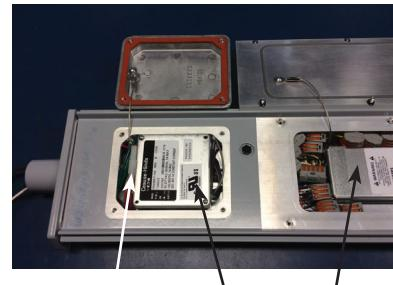

Figure 19
- Débrancher les conducteurs d'entrée et de sortie du circuit à remplacer (voir la figure 19). **REMARQUE :** Les connecteurs se trouvent sous le couvercle du circuit de commande EM.
- Retirer les deux (2) vis fixant le circuit de commande c.a., puis le retirer.
- Desserrez les dix (10) vis du couvercle du circuit de commande EM, puis l'ouvrir et le laisser tomber sur le support (voir la figure 19).
- Retirer les deux (2) colliers (deux [2] vis par collier) fixant le circuit de commande, puis le retirer.
- Replacer le nouveau circuit dans le luminaire en s'assurant que les fils sont orientés vers le circuit de commande c.a., que le circuit de commande EM est en contact direct avec le boîtier du luminaire et qu'aucun fil n'est coincé entre le circuit de commande EM et le boîtier. Fixer le circuit à l'aide de deux (2) colliers (deux [2] vis par collier) et serrer à 2,3 N.m (20 lb-po).